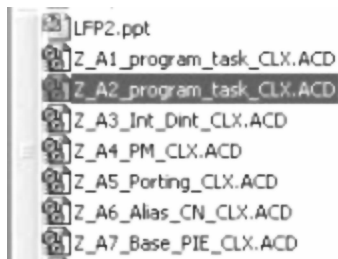

图 12-1 项目列表
2. 双击 Z_A2_program_task_CLX.ACD 文件以在 RSLogix 5000 中启动该项目, 如图 12-1 所示。